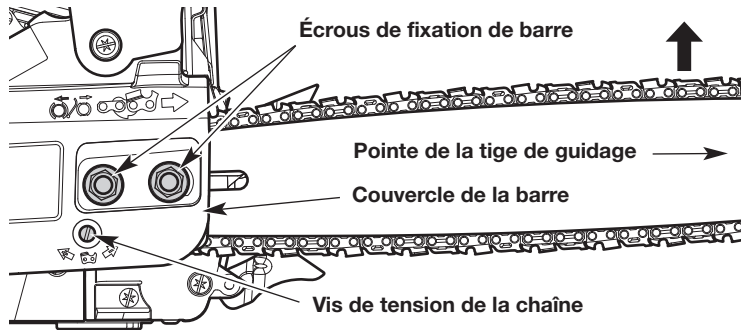

Fig. 27
2. Utilisez l'outil polyvalent ou une clé de 13 mm (1/2 po) pour desserrer légèrement les écrous du guide-chaîne (Fig. 27). **NE PAS** retirer le revêtement de la barre.
3. Tenez la pointe de la tige de guidage et utilisez un tournevis à tête plate pour visser la vis de tension de chaîne (Fig. 27).